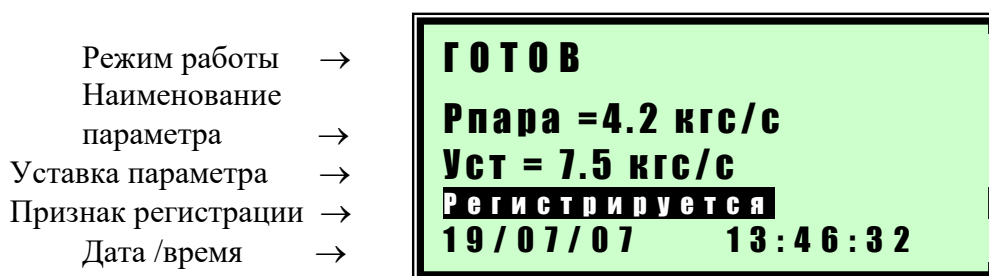
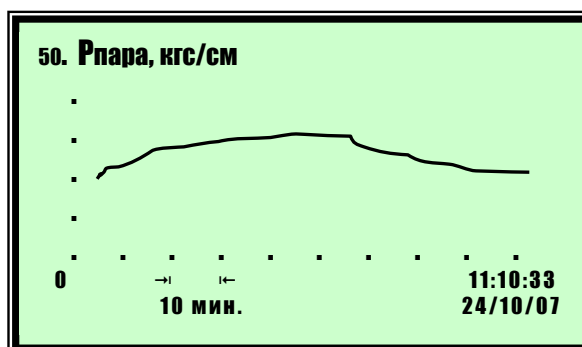

Рисунок 1 – Содержание экрана дисплея контроллера с опцией регистратора
Рисунок 2 – Графический режим отображения регистрируемого параметра
3.3 Смена режимов отображения регистрируемого сигнала производится кнопкой «-». При этом режим отображения циклически изменяется в следующей последовательности: обычный текстовый режим (рисунок 1) → графический режим (рисунок 2) → табличный режим (рисунок 3).
3.4 Для оперативного просмотра архивных значений регистрируемых параметров в режимах работы контроллера «ГОТОВ» или РАБОТА» выберите при помощи кнопок «» или «» отображение необходимого параметра, убедитесь, что присутствует надпись «Р е г и с т р и р у е т с я» и нажмите кнопку «-». При этом режим отображения информации сменится на графический и на дисплей контроллера выведется график с зарегистрированными значениями сигнала (рисунок 2).
Для возврата к обычному текстовому режиму отображения параметра (рисунок 1) нажмите на кнопку «-».